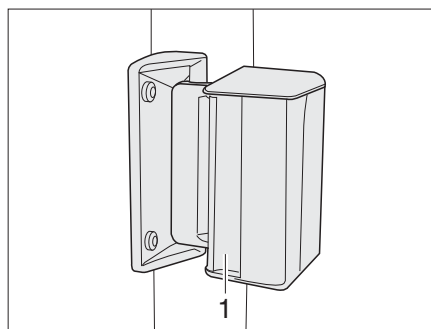

Fig. 15 Finestra scorrevole
- Premere la maniglia (Fig. 15,1) e spingerla o tirarla contemporaneamente in avanti o indietro.